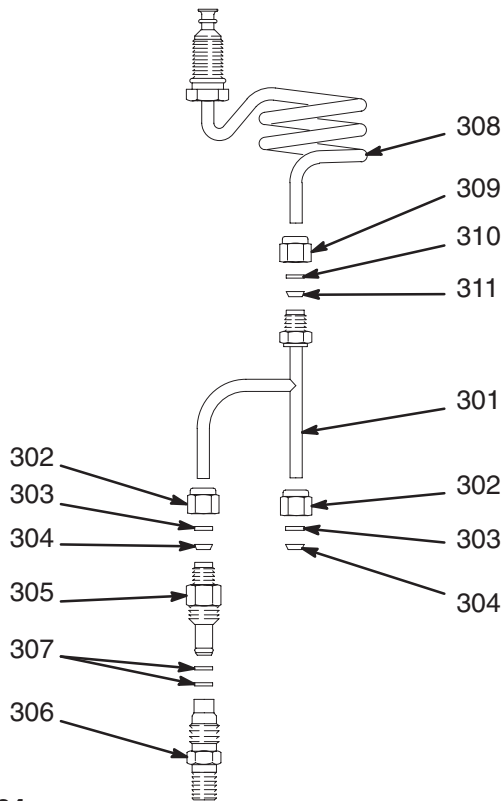
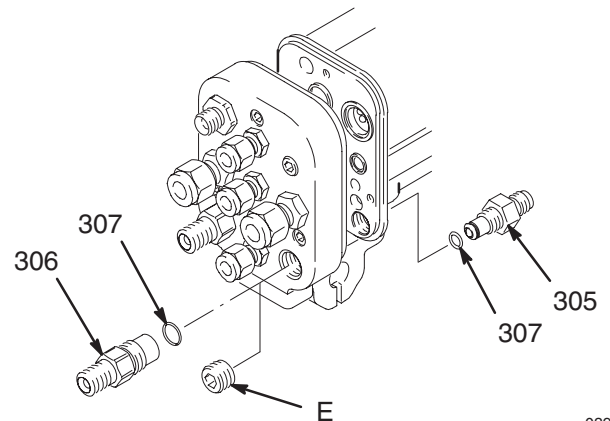

Fig. 34 03956
Fig. 35 03936
2. Retirer le bouchon (E) de l'orifice P2 du collecteur, et installer le raccord femelle (306). Voir Fig. 35.
3. Installer le raccord mâle (305) dans le corps du pistolet.
4. Installer un joint torique (307) sur le raccord mâle (305) et un joint torique dans le raccord femelle (306).
5. Faire coulisser les écrous en acier inoxydable (302) et les bagues (303 & 304) sur les deux extrémités du tube de recirculation (301). Voir Fig. 34.
7. Faire glisser l'écrou en nylon (309) et les bagues (310 & 311) sur le tube spiralé (308). Voir Fig. 34.